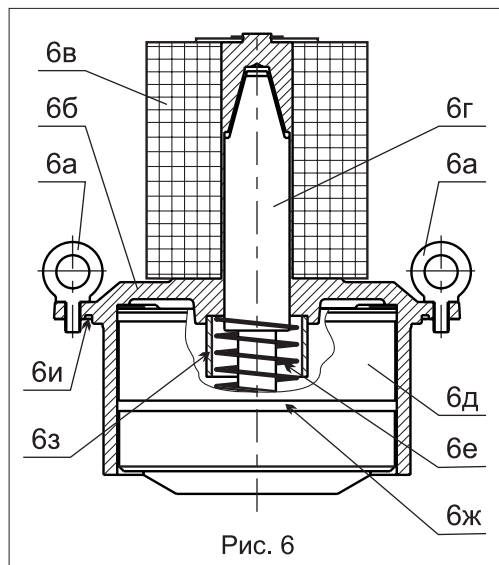

Рис. 6
4.5.3 При необходимости демонтаж верхней части клапана производится в следующей последовательности (рис. 6):
г) установите электромагнитную катушку бв на крышку согласно рис. 6, подайте на нее напряжение от отдельного источника питания и убедитесь, что якорь с поршень притянут вверх - см. рис. 6;